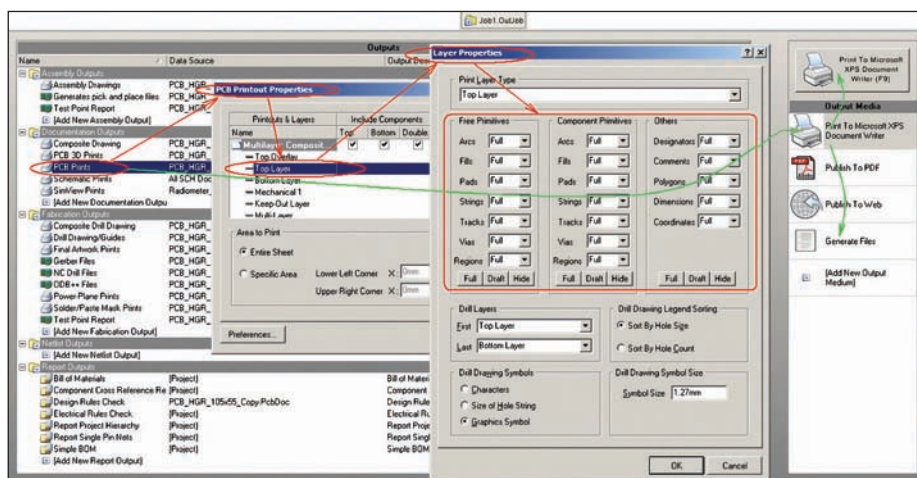

Рис. 10
■ Команда главного меню *File* → *New* → *Output Job File* открывает оболочку *Job1.OutJob*, в которой отображаются все данные проекта, подлежащие выводу на бумагу в качестве твердых копий и преобразованию в управляющую информацию для технологического оборудования, а также указаны способы и средства для получения выходных данных (рис. 10).